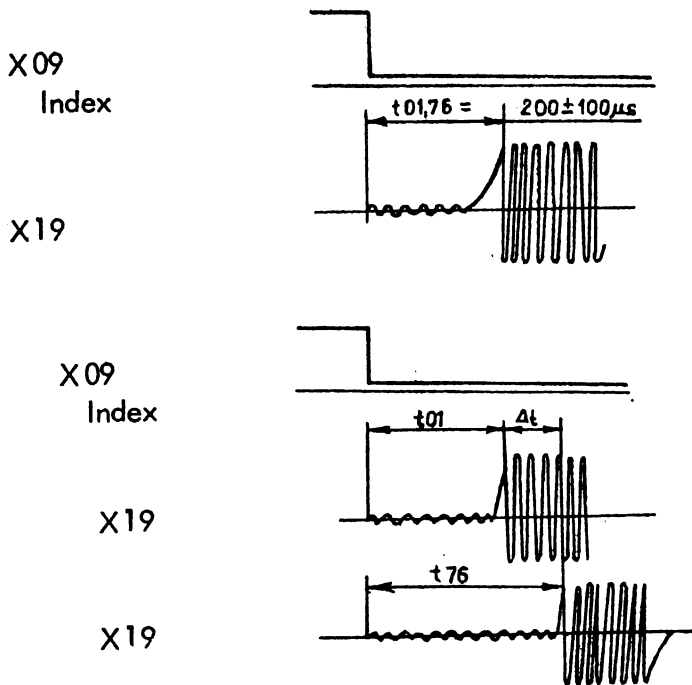

Fig.14. Reglaj tangential.
- se urmărește ca intervalul până la creșterea semnalului din X19 să fie în limitele $200 \pm 50 \mu$ s (vezi fig.14)